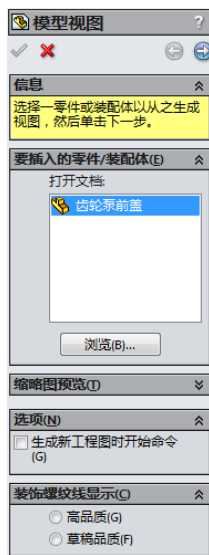
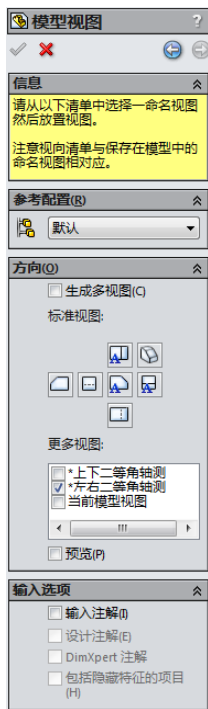
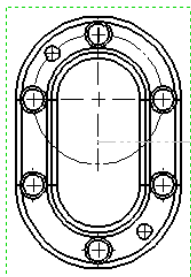

图 8-92 “模型视图”对话框
图 8-93 参数设置
图 8-95 主视图
**03** 在菜单栏中选择“插入”→“工程图视图”→“模型视图”命令，或者单击“视图布局”工具栏中的“模型视图”图标按钮，会出现“模型视图”FeatureManager (如图 8-92 所示)，在 FeatureManager 中单击浏览按钮，在弹出的选择对话框中选择要生成工程图的前盖零件图。选择完成后单击“模型视图”中的按钮，这时会进入模型视图参数设置 Feature Manager，参数设置如图 8-93 所示。此时在图形编辑窗口，会出现如图 8-94 所示放置框，在图纸中合适的位置放置主视图，如图 8-95 所示。